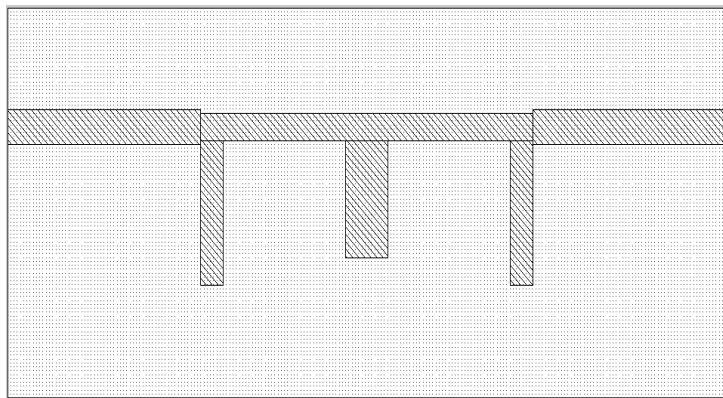

Рис. 1.41
- Снова по значку **Paste**. Поместите скопированный прямоугольник в конце среднего проводника. Полученная топология показана на рис. 1.41.